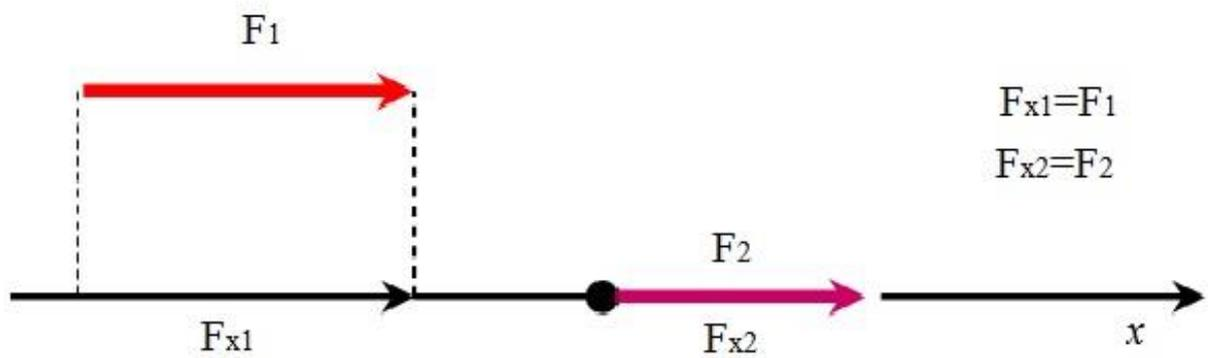

Рисунок 2.11 – Силы параллельные оси  $X$
2. Если сила параллельна к оси или расположена на оси. В этом случае ее проекция равна по величине модулю силы (рис. 2.11).